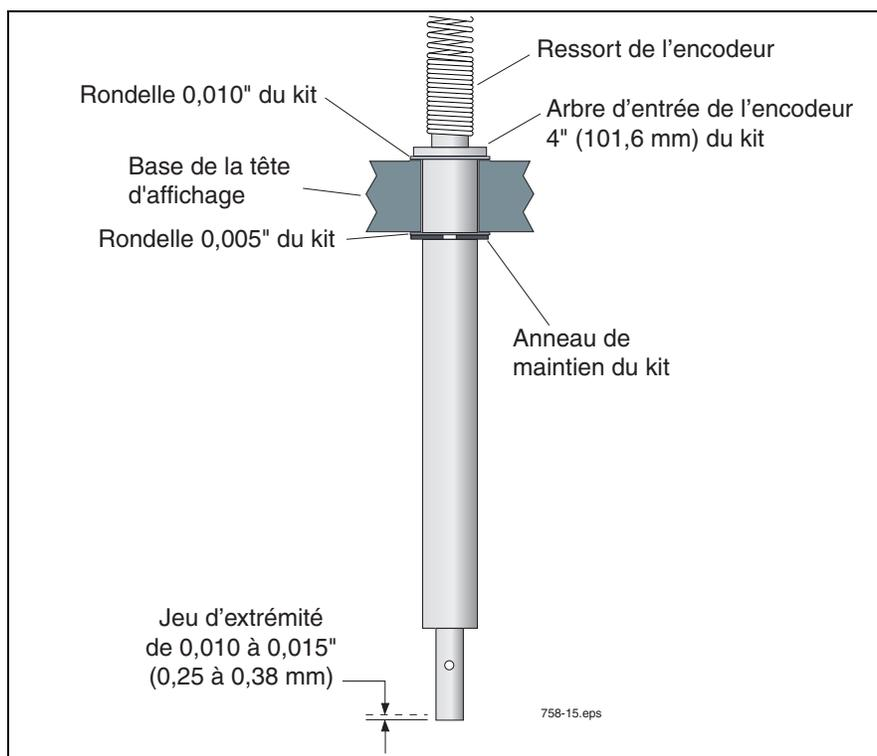

Figure 16. Montage du groupe d'arbre adaptateur Neptune dans la base de la tête d'affichage
14. Assemblez le nouvel arbre, les rondelles de 0,005" et de 0,010" et la bague de maintien dans la base de la tête d'affichage comme illustré à la Figure 16.